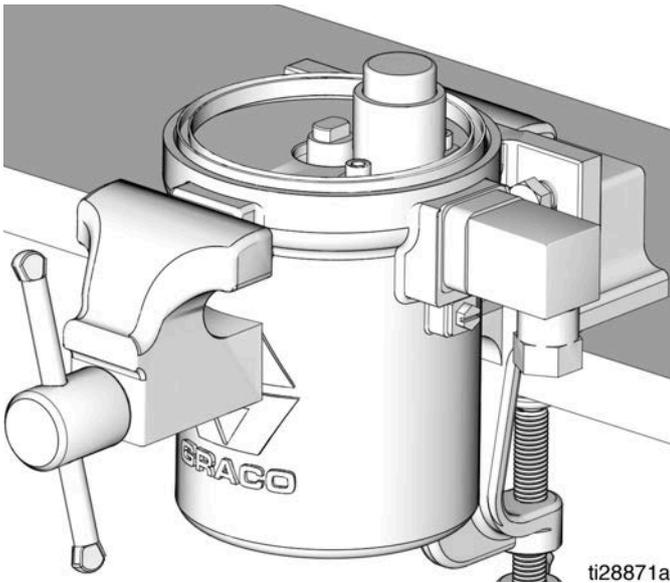

FIG. 36
12. Coloque de nuevo el cilindro del motor neumático en un tornillo de banco para acceder a la parte superior del mismo, como se observa en la FIG. 36.